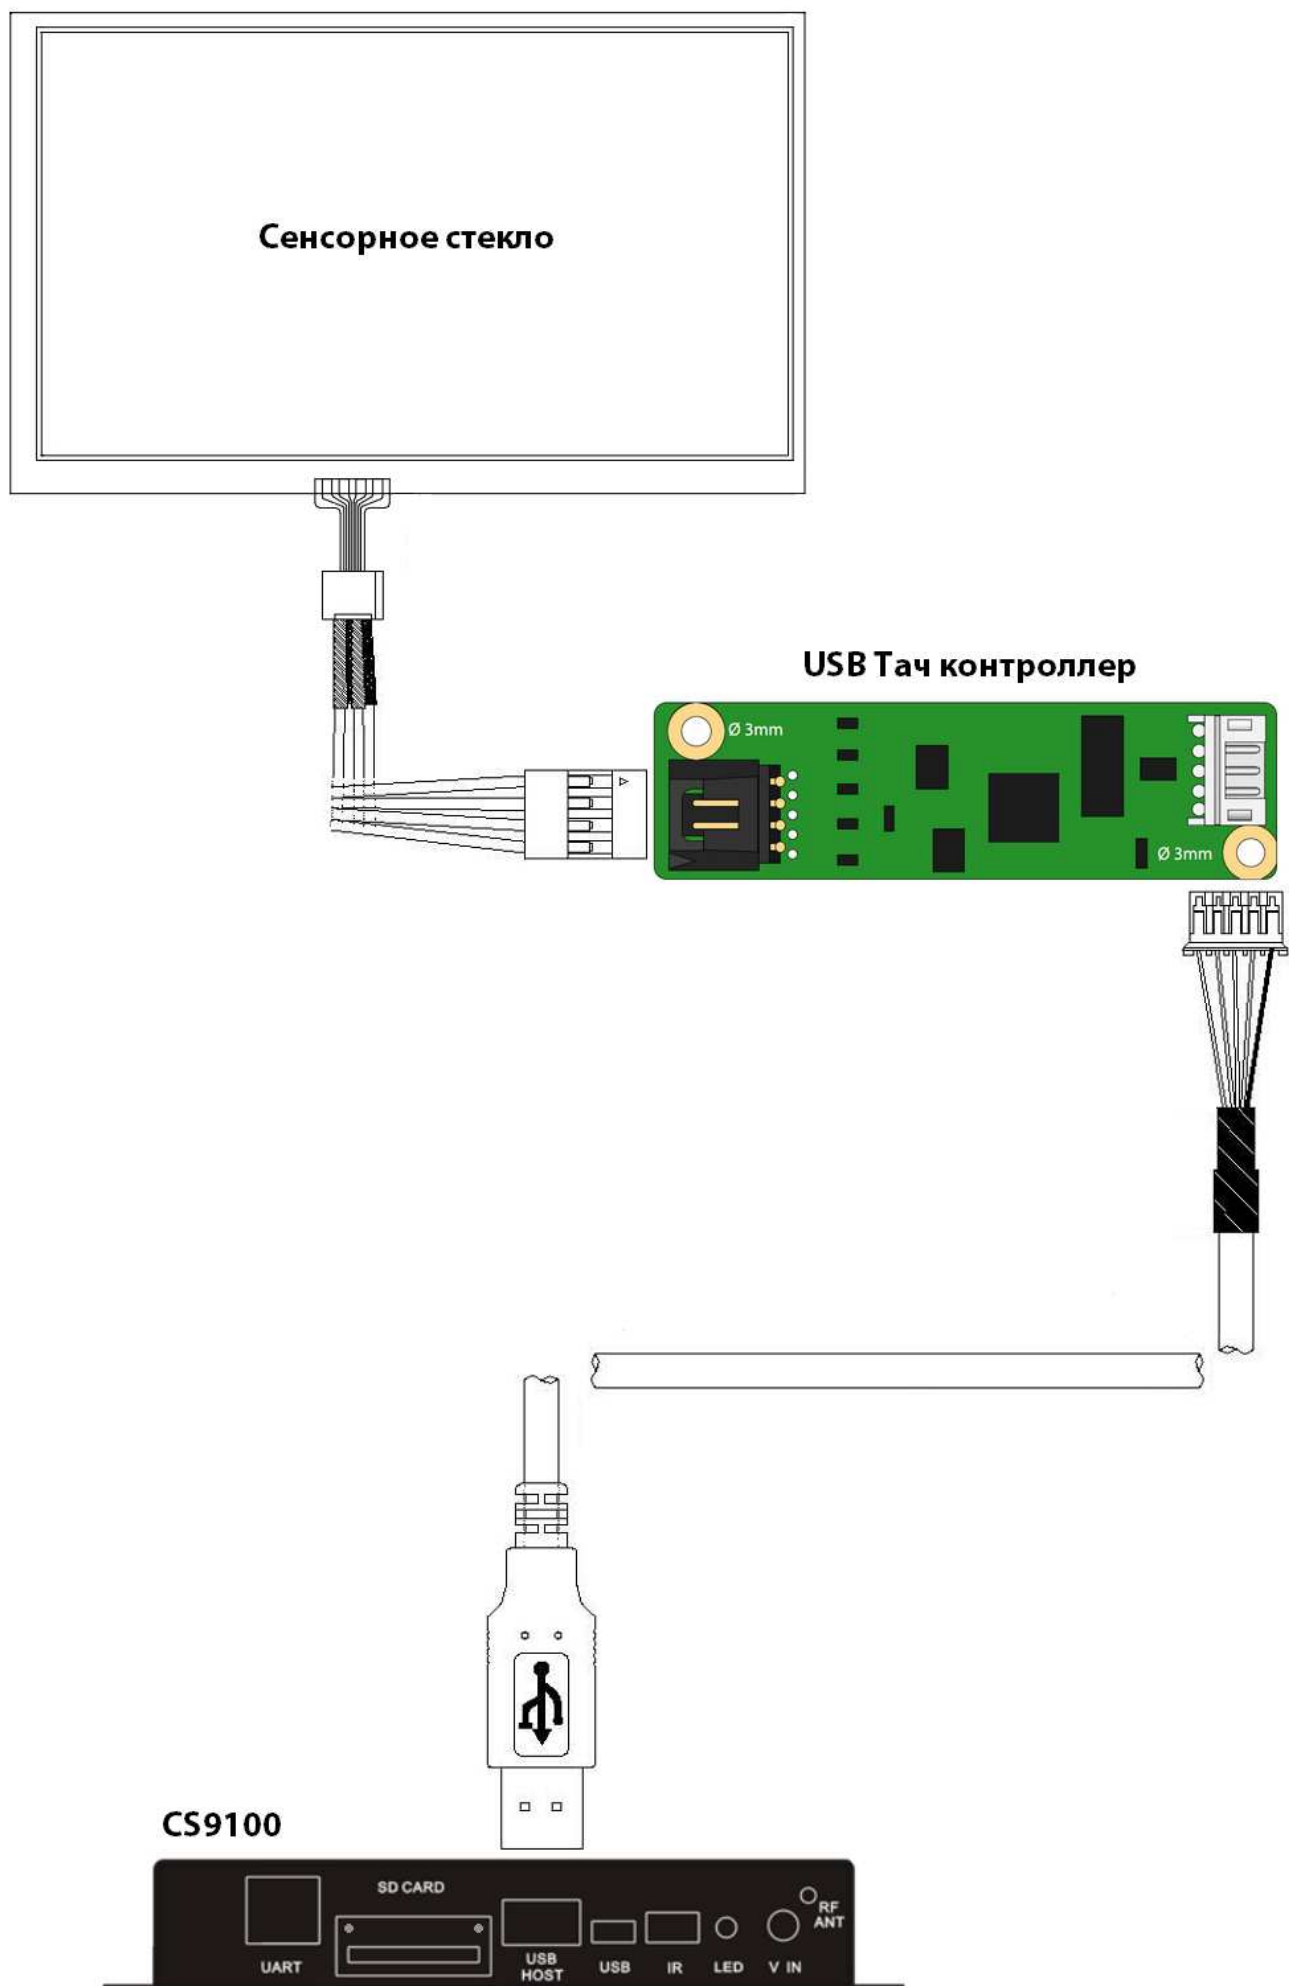

Рисунок 19
12. Ниже приведена схема подключения сенсорного стекла к нави блоку **CS9100** (**рис. 19**)